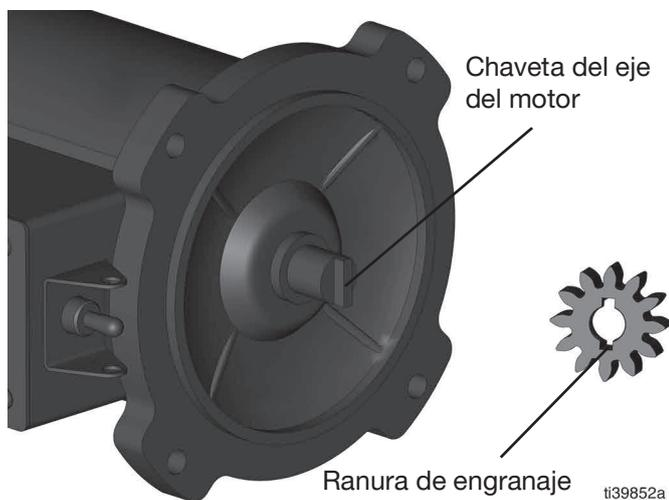

FIG. 5
1. Coloque el conjunto del alojamiento de la bomba en el motor. La chaveta del eje del motor debe coincidir con la ranura del engranaje en la cubierta interior (FIG. 5).